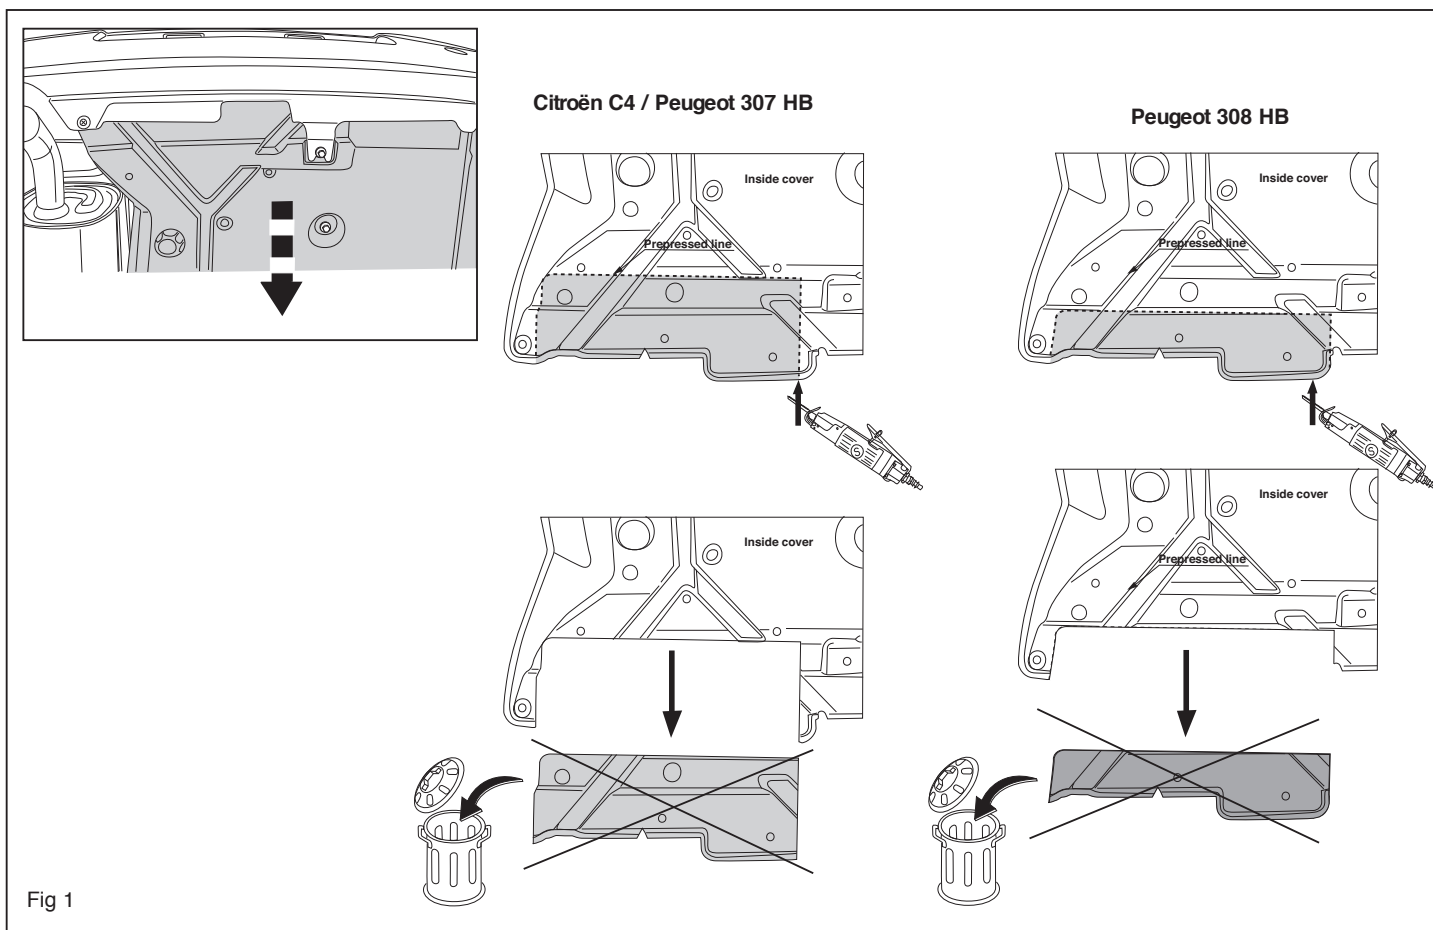

Fig 1
1. Remove if extant the cover plate from the underside of the bumper. See figure 1. Saw a portion out of the bumper and the cover plate as shown in figures 1 and 2a / 2b / 2c. **For C4 2010-> + 308 HB and DS4 2011->versions:** Use the template to saw out the indicated section from the bumper. (place the template on the outside of the bumper). Unscrew the bolt of the bumper center strip. Remove the 3 bolts M8 from the rear pannel of the vehicle, at holes A. They will not be used again. Replace them with 3 bolts M8x50 and 3 plain washers M8, ø24. Tighten to the torque indicated in the table.
1. Démontez si présentes les plaquettes de recouvrement situées sous le pare-chocs. Voir la figure 1. Scier une partie du pare-chocs et de la plaque de protection conformément à la figure 1 et 2a / 2b / 2c. **Pour les modèles de C4 2010-> + 308 HB et DS4 2011-> :** Scier la partie du pare-chocs indiquée avec le gabarit. (Placer le gabarit sur le côté extérieur du pare-chocs).
1. Falls vorhanden die Abdeckplatten auf der Unterseite der Stoßstange abmontieren. Siehe Abbildung 1. Gemäß Abb.1 und 2a / 2b / 2c einen Teil aus der Stoßstange und der Abdeckplatte heraussägen. **Bei den Typen C4 2010-> + 308 HB und DS4 2011-> :** Den angegebenen Teil mit Hilfe der Schablone aus der Stoßstange herausschneiden. (Schablone außen auf der Stoßstange anlegen)
1. Zdemontować gdy obecny płyty pokrywowe od spodu zderzaka. Patrz rysunek 1. Wypilować zgodnie z rysunkiem 1 i 2a / 2b / 2c z zderzaka i płyty pokrywowej. **Dla modeli C4 2010-> + 308 HB i DS4 2011-> obowiązują:** Wypilować wskazany odcinek zderzaka korzystając z szablonu. (szablon umieścić na zewnętrznej stronie zderzaka). Odkręcić śrubę mocującą środkowy pas zderzaka. Usunąć 3 śruby M8 z tylnego panelu pojazdu, w miejscu otworów A. Nie będą ponownie używane. Zastąpić je 3 śrubami M8x50 i 3 pierścieniami uszczelniającymi M8, ø24. Dokręcić do momentu obrotowego wskazanego w tabeli. **Dla modeli 308 XT obowiązują:** Spilować zaznaczoną część, jak pokazano na rysunku 3 Powierzchnie metalowe pokryć środkiem antykorozyjnym.
3. Umocować prawą płytę boczną (3) wzdłużnika haka holowniczego, wprowadzając śruby M8x50 oraz 2 śruby M10 (znajdujące się pod pojazdem) do otworów A i C. Lekko przykręcić płytę boczną, używając pierścieni sprężystych i nakrętek.
4. Umocować lewą płytę boczną (2) wzdłużnika haka holowniczego, wprowadzając śruby M8x50 i 2 śruby M10 (znajdujące się pod pojazdem) do otworów A, B i C. Lekko przykręcić płytę boczną, używając sprężystych i nakrętek.
5. Ustawić poprzecznice (1) pomiędzy panelem tylnym a zderzakiem (poprzecznicą nad rurą wydechową).
6. Zamontować bez dokręcania płyty boczne (2), (3) do poprzecznic (1) używając śrub M12x35 pierścieni sprężystych i nakrętek. Dokręcić w następującej kolejności do momentu obrotowego wskazanego w tabeli :